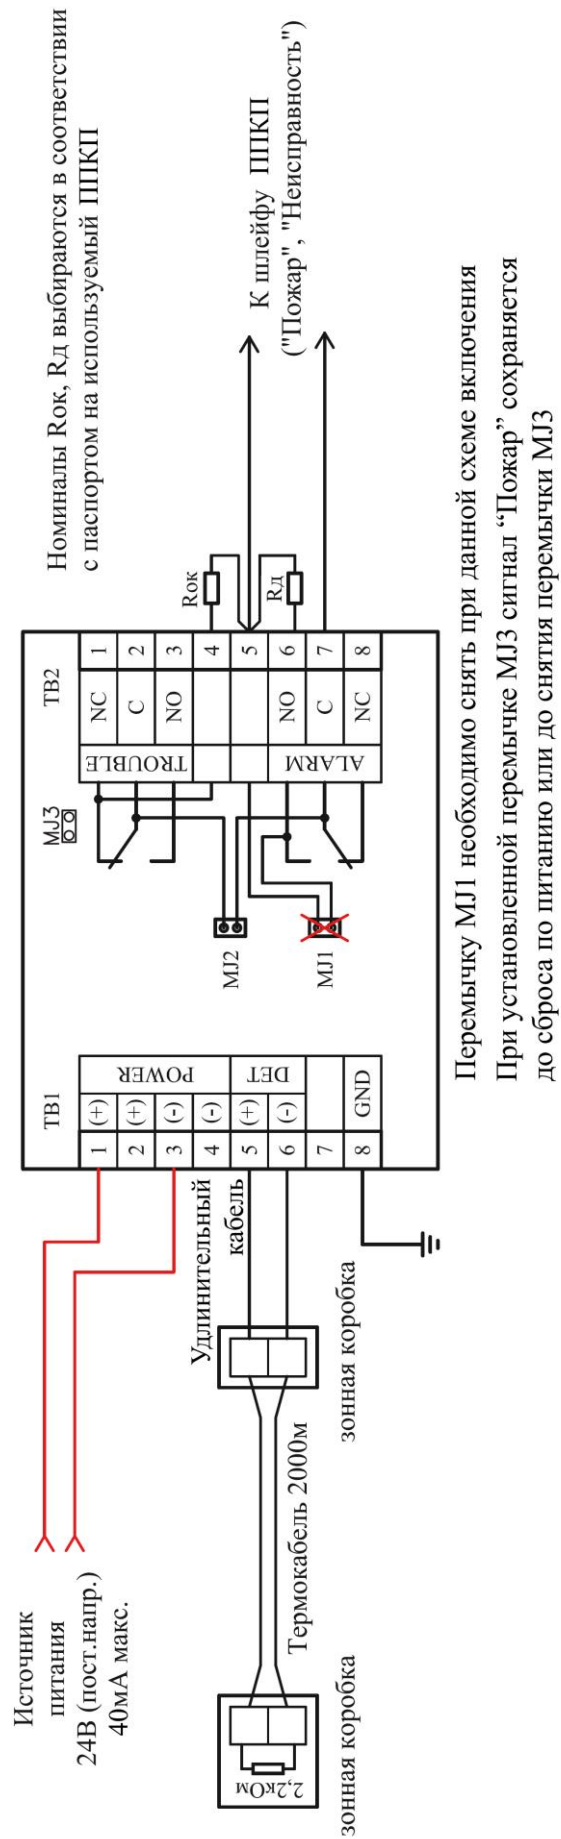

Рис. 1. Схема подключения модуля ПИМ-120
1.2 Подключение модуля следует производить согласно рекомендаций, определенных в документации на прибор для извещателей с релейными выходами типа «сухой контакт». Пример подключения модуля приведен на рис. 1. Допускается непосредственное подключение термокабеля к модулю, без удлинительного кабеля.
Термокабель может подключаться к модулю непосредственно или с удлинительным кабелем (рис. 1). Суммарное сопротивление проводников удлинительного кабеля не должно превышать 100 Ом. Ориентировочные значения максимальной длины удлинительного кабеля в зависимости от сечения проводников приведены в Таблице 2.